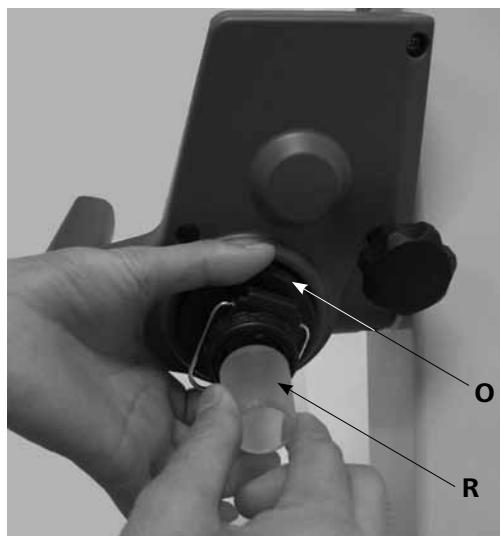

Fig.14b
- Затем заблокируйте стопорное устройство (**O**), повернув его по часовой стрелке на 60°. (Fig. 14b)